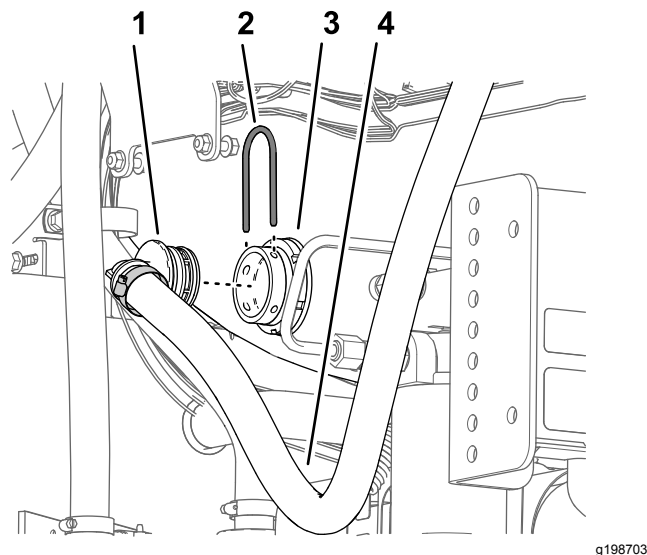

Figura 61
2. Retire o retentor grande que prende a união estriada de 90° na extremidade inferior do tubo de distribuição para a união do anteparo do depósito do pulverizador (Figura 61).